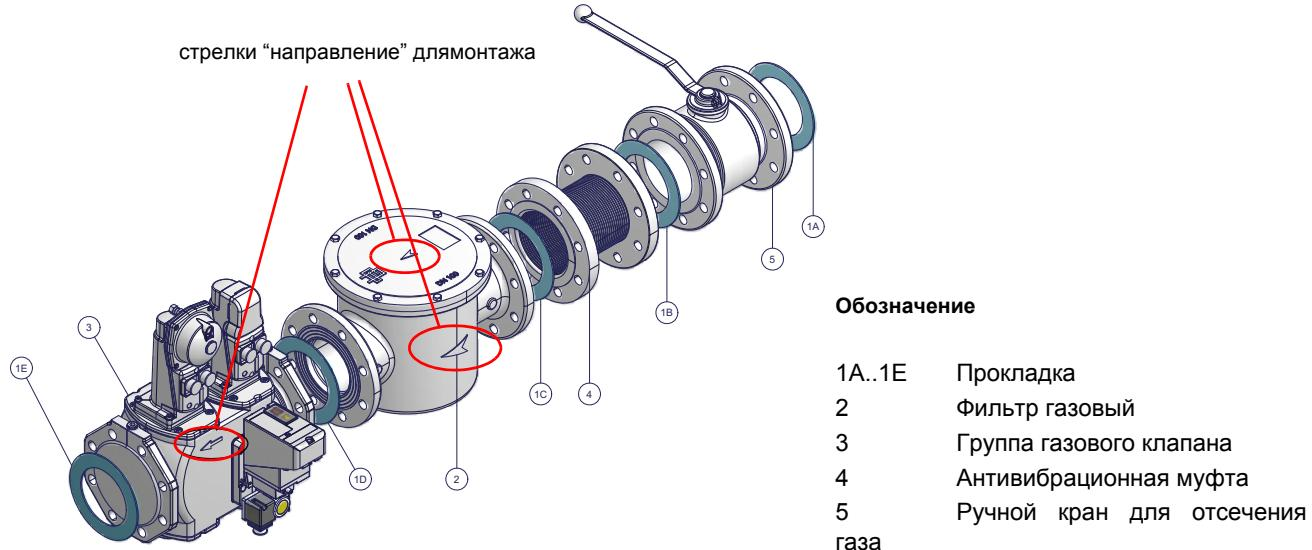

Рис. 2 - Пример газовой рампы
- 1- б) при фланцевых соединениях: между соседними компонентами устанавливать прокладку (1A..1E - Рис. 2), совместимую с используемым газом,
**ВНИМАНИЕ:** после монтажа газовой рампы согласно схеме на Рис. 2, необходимо провести тестирование на герметичность газового контура, согласно требований действующих нормативов.